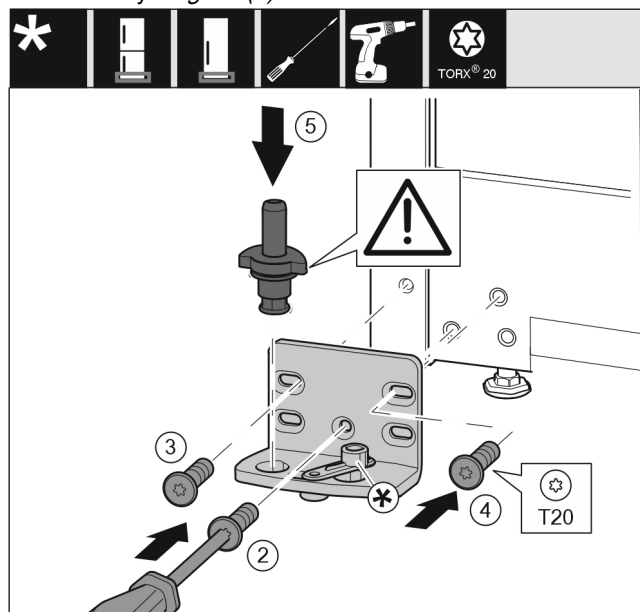

Fig. 25
- ▶ Ložiskovú konzolu nasadíte na druhú stranu a priskrutkujte ju pomocou skrutkovača T20. Začnite skrutkou 2 dole v strede. Fig. 25 (2)
- ▶ Pevne zaskrutkujte skrutku 3 a 4. Fig. 25 (3,4)
- ▶ Ložiskový čap úplne nasadíte. Dbajte pritom na to, aby zaisťovací doraz ukazoval smerom dozadu. Fig. 25 (5)